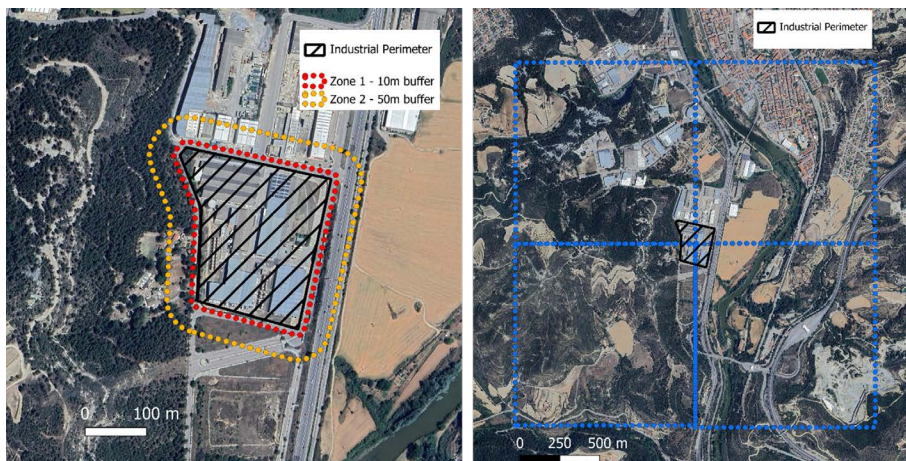

Figura 2: Ejemplos de definición de zonas en imágenes satelitales para el área de una planta industrial.
Tanto la zona 3 como la zona 2 se evalúan dividiendo las áreas consideradas en cuatro cuadrantes y completando las preguntas de evaluación para cada cuadrante (véanse las ilustraciones de la figura 1 y la figura 2).
- En imágenes satelitales recientes o mapas de vegetación, divida el entorno que rodea su infraestructura en 4 cuadrantes de al menos 1 km de longitud; consulte la figura 1 y la figura 2 de esta guía para ver una representación visual y un ejemplo de este procedimiento.